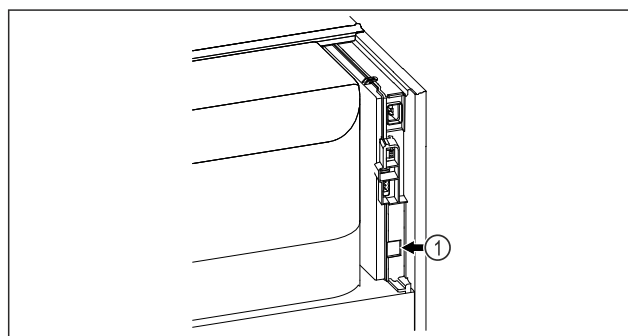

Fig. 134
- ☐ SmartModule Fig. 134 (1) er indsat.